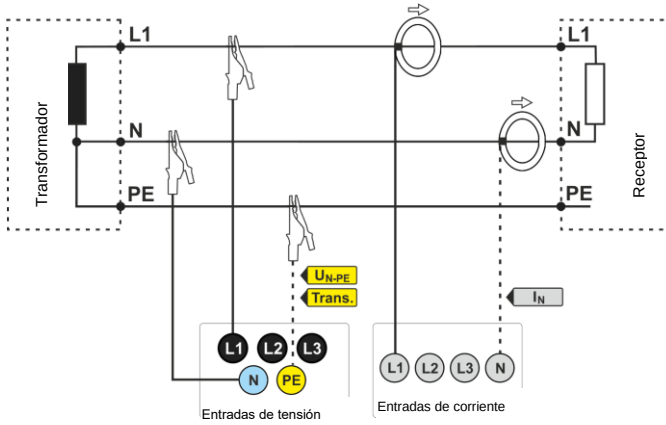

Fig. 16. Esquema de conexión – sistema monofásico.
- monofásica (Fig. 16)
Paso 1: El analizador se debe conectar a la red de prueba de acuerdo con la Fig. 16. Conectar las entradas L1, N y PE (debido a la medición de los transitorios). No es necesario conectar la pinza porque no se requiere la medición de la corriente. La alimentación del analizador (cables rojos) se puede conectar a la red de prueba de la red u otra fuente de alimentación que cumpla con los requisitos de alimentación para que el analizador no funcione con su batería y no se apague debido a una batería baja.